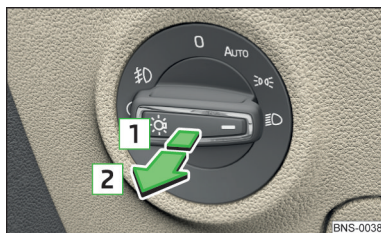

Fig. 56
- ✓ Le commutateur des feux se trouve en position **AUTO**, ☞☞ ou ☞☞ » fig. 56.